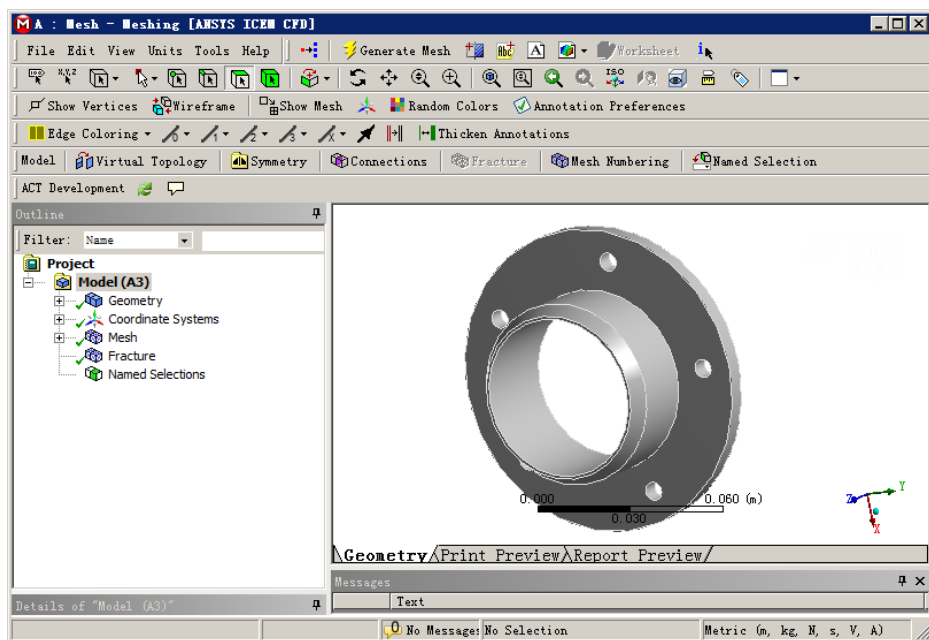

图 3-48 Meshing 界面
**步骤 01** 双击项目 A 中的 A3 栏 Mesh 项，进入如图 3-48 所示的 Meshing 界面，在该界面下即可进行网格的划分操作。